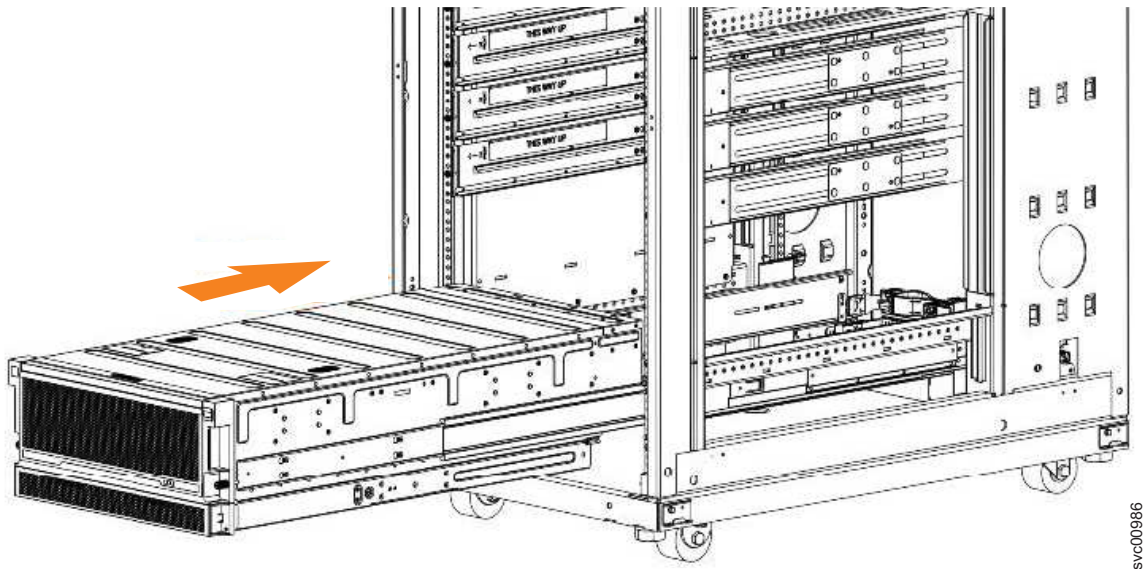

Рисунок 60. Пример установки корпуса в стойку
- Корпус расширения следует устанавливать в самый низ стойки. См. пример на рис. 60 на стр. 66.